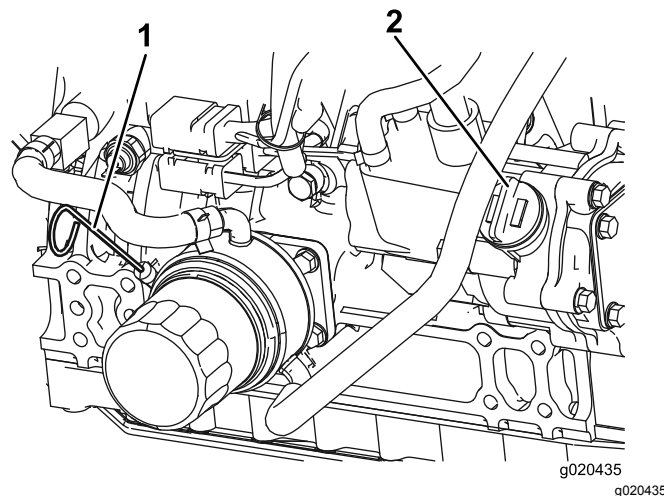

Figura 74
3. Retire a vareta, limpe-a, coloque-a no tubo e volte a retirá-la em seguida. O nível de óleo deve estar entre marca Cheio e a marca Adicionar (Figura 74).